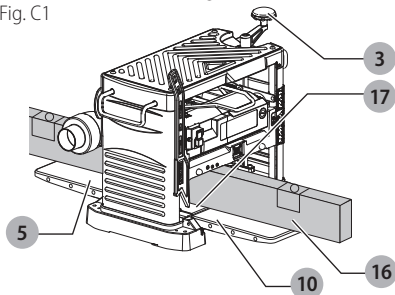

Fig. C2
- As bordas externas das tabelas de extensão são niveladas com a base enquanto as bordas internas (mais próximas da cabeça de corte) estão abaixo da borda da base (Fig. C2).
- Se for necessário ajustar, proceda do seguinte modo: afrouxe as porcas **18** e ajuste os parafusos **19** até as mesas ficarem niveladas (Fig. C2).